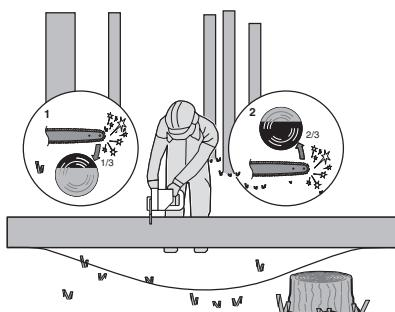

Bild 5
När stocken stöttas i båda ändarna, så som visas på bild 5, såga 1/3 diameter från ovansidan (kapning från ovansidan) (1). Gör sen den avslutande kapningen genom kapning från undersidan, från de undre 2/3 (2), för att möta den första sågningen.